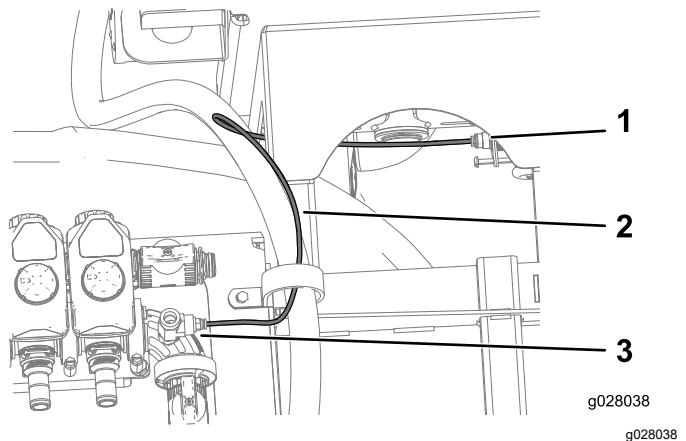

図38
- 水圧トランスデューサのチューブをT、90°エルボのT字フィッティングと水圧計のカップラに接続する図38。